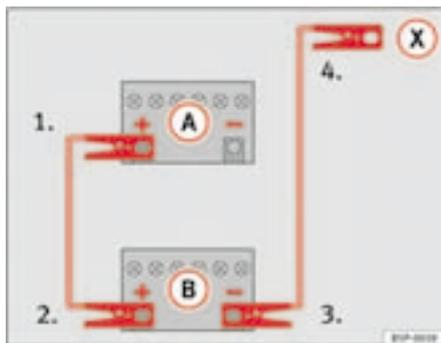

Fig. 198 Esquema de conexión de los cables de emergencia
En la ⇒ fig. 198 **A** representa a la batería sin carga y **B** a la batería con carga.
- 1. Emborne un extremo del cable de emergencia rojo al polo positivo ⇒ fig. 198 ⊕ del vehículo con la batería descargada ⇒ ⚠.